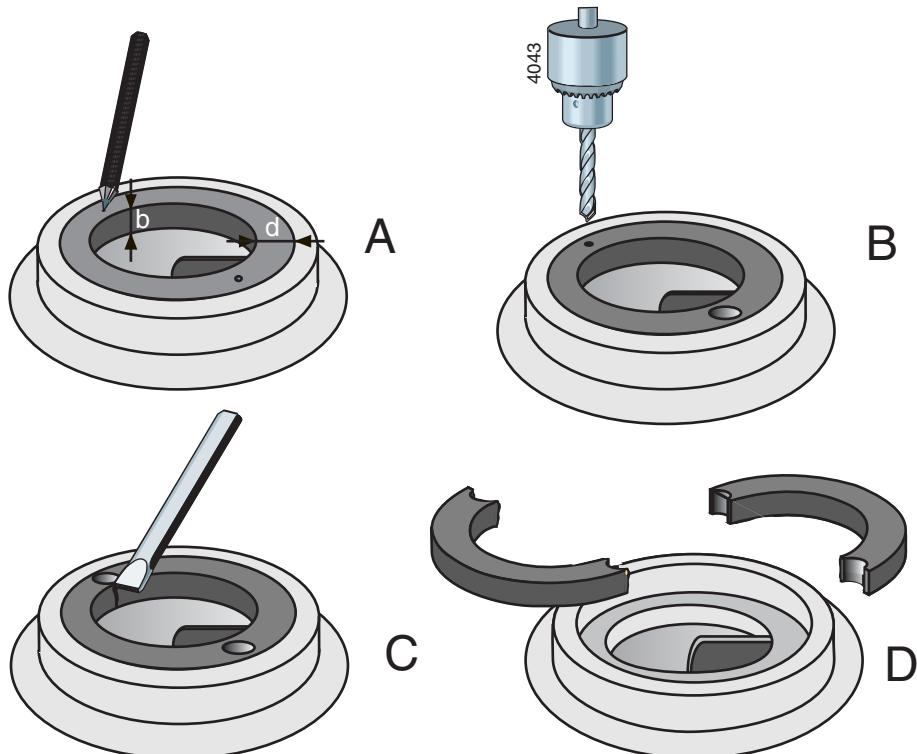

Рисунок 19. Извлечение компенсационного кольца
- 1 Измерьте толщину (d) и ширину (b) кольца, см. рисунок 19 А.
- 2 Проделайте центрующие отверстия посередине кромки кольца в двух противоположных точках, см. рисунок 19 В.
- 3 С помощью сверла с диаметром несколько меньшим, чем толщина кольца (d), просверлите в кольце два отверстия, см. рисунок 19 С. Глубина сверления не должна превышать ширину кольца (b). Страйтесь не повредить установочную фаску корпуса насоса.
- 4 Пользуясь зубилом, вырубите оставшуюся часть толщины кольца. Теперь кольцо можно разделить на две части и извлечь его из корпуса насоса, см. рисунок 19 D.